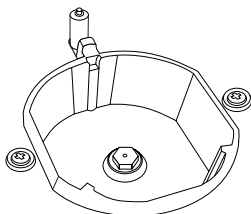

Figura 5
3. Como se observa en la Figura 5, desmonte la tapa del quemador y el quemador de la encimera y asegure la visibilidad del inyector.